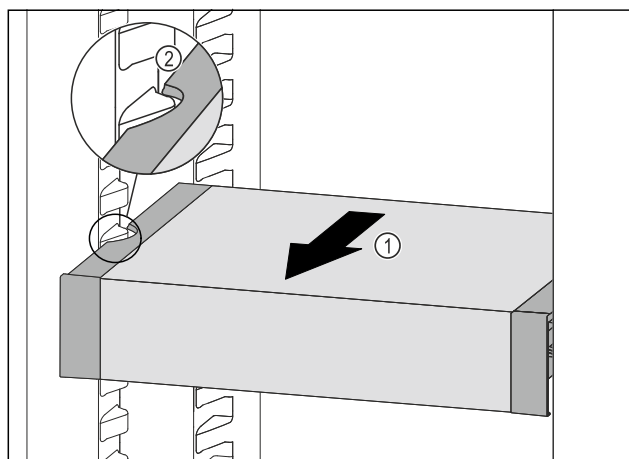

Fig. 126
- ▶ Táhněte VarioSafe dopředu Fig. 126 (1), dokud nebudou boční vybrání VarioSafe na úrovni žebrování na nádobu v chladničce. Fig. 126 (2)